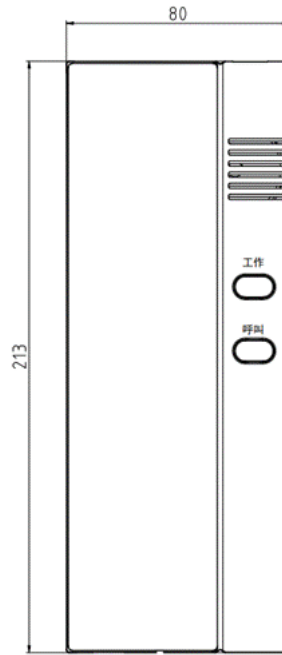

图 9- 4
- (1) 环境温度：-10~55℃
- (2) 相对湿度： ≤95%
- (3) 外壳防护等级：IP30
- (4) TS-GSTN701 分机待机状态耗电：<1mA 通话状态耗电：<30mA
- (5) TS-GSTN701 分机尺寸：
- 外形示意图如图 9- 4。